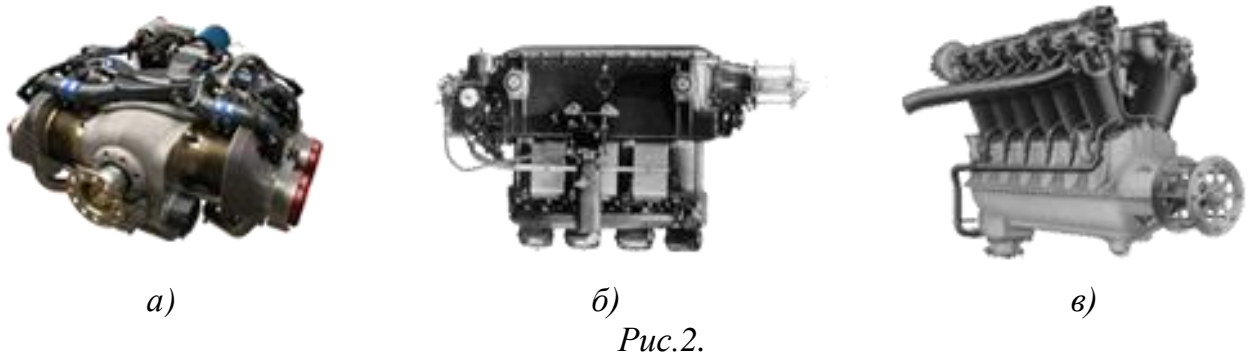

Рис.2.
*Опозитний* двигун — двигун внутрішнього згоряння, в якому поршні рухаються в одній, як правило, горизонтальній площині. Циліндри, завжди в парній кількості, розташовані з обох боків колінчастого вала (рис.2, а).
*Рядний* двигун — це двигун внутрішнього згоряння, в якому поршні рухаються в одній вертикальній площині (рис.2,б).